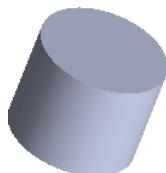
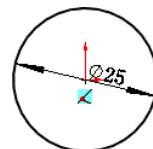

图 6.14.2 凸台-拉伸 1
图 6.14.3 横断面草图
Step2. 创建图 6.14.2 所示的零件基础特征——凸台-拉伸 1。选择下拉菜单 **插入(I)** → **凸台/基体(B)** → **拉伸(E)...** 命令；选取前视基准面作为草图基准面；在草图绘制环境中绘制图 6.14.3 所示的横断面草图；采用系统默认的深度方向；在“凸台-拉伸”对话框 **方向1(1)** 区域的下拉列表中选择 **给定深度** 选项，输入深度值 20.00；单击 **确定** 按钮，完成凸台-拉伸 1 的创建。